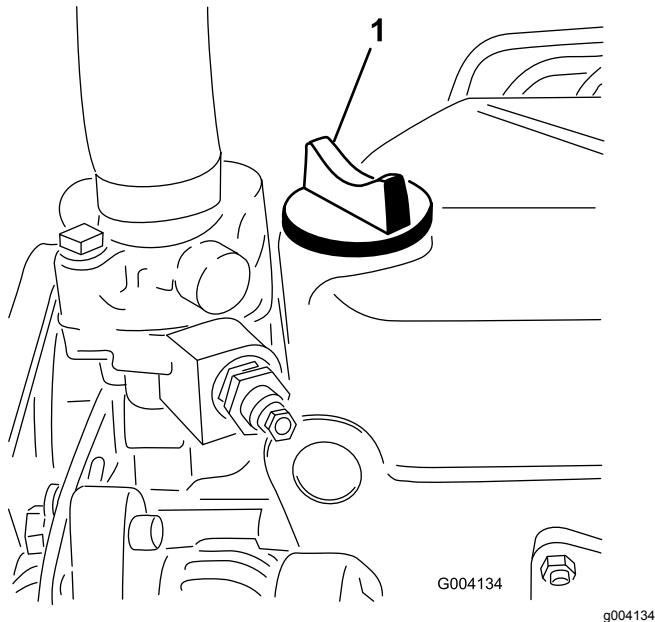

図 45
- 不足している場合は、キャップ **図 45** を取り、Full 位置までオイルを補給する。